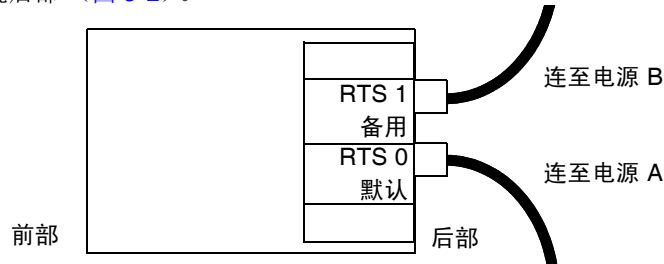

图 3-2 用于 E4900 配置的 Sun Fire 机箱：一个 RTU 部件和两个独立的交流电源
- 在具有一个 RTU 部件和两个独立交流电源的配置中，需要连接两根电源电缆，它们均连接至系统后部（图 3-2）。